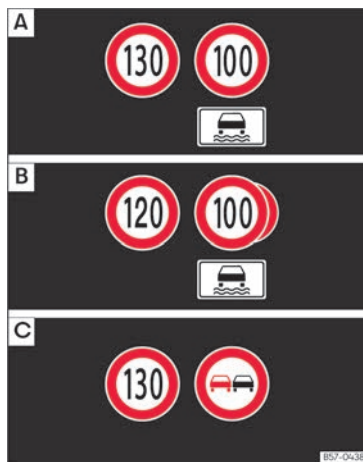

Abb. 9 Bildschirm im Kombi-Instrument: Beispiele für erkannte Geschwindigkeitsbeschränkungen oder Überholverbote mit ihren zugehörigen Zusatzzeichen.
Die vom System erkannten Verkehrszeichen werden am Display des Kombi-Instruments **>>> (Abb. 9)** und je nach installiertem Navigationssystem auch im Infotainment-System angezeigt.
Nach Überprüfung und Auswertung der Informationen der Kamera, des Infotainment-Systems sowie der aktuellen Fahrzeugdaten werden im System bis zu drei aktuelle Verkehrszeichen **>>> (Abb. 9)** mit den entsprechenden Zusatzinformationen angezeigt.
• **Erste Stelle:** Das für den Fahrer gegenwärtig gültige Verkehrszeichen wird auf dem Bildschirm links angezeigt. Zum Beispiel die Geschwindigkeitsbegrenzung 130 km/h (100 mph) **>>> (Abb. 9)** **A**.
Überholverbot gibt, aber kein damit verbundenes Geschwindigkeitsgebot, wird das Überholverbotsschild an zweiter Stelle angezeigt »» **[Abb. 9]** .